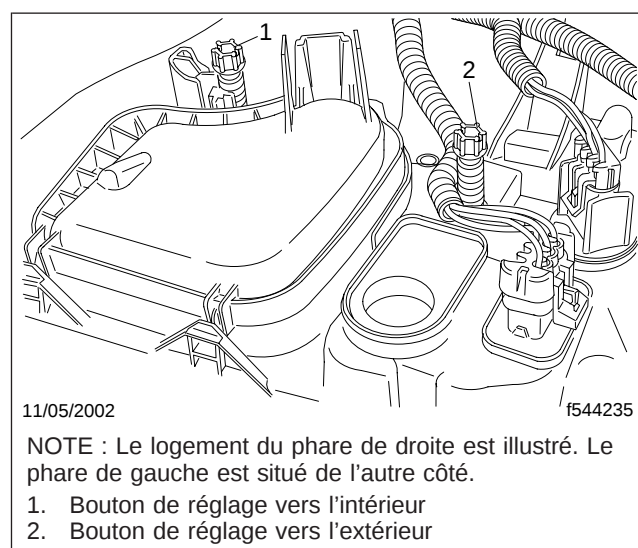

Fig. 15.4, Boutons de réglage des phares
1. Soulevez le volet recouvrant l'extrémité arrière du logement des phares afin d'exposer les deux boutons de réglage en plastique sur chaque phare. Voir la **figure 15.4**.